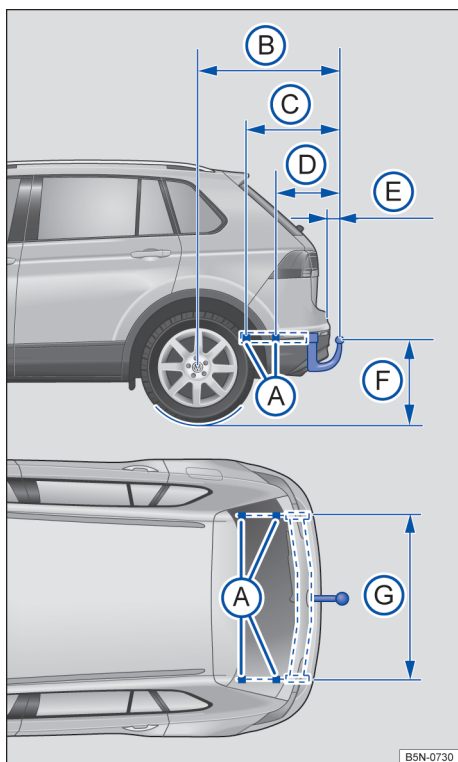

Fig. 193 Dimensões e pontos de fixação para instalar um dispositivo de reboque posteriormente.
Na instalação posterior de um dispositivo de reboque, as medidas de distância → Fig. 193 devem ser obrigatoriamente respeitadas. A menor medida indicada do centro da rótula de engate até a pista (F) não pode nunca ficar abaixo do valor definido. Isso também se aplica a um veículo totalmente carregado, incluindo a carga de apoio máxima.
- (A) Pontos de fixação
- (B) 1.102 mm
- (C) 595 mm
- (D) 348 mm
- (E) mín. 65 mm
- (F) 350 até 420 mm
- (G) 1.061 mm até 1.066 mm